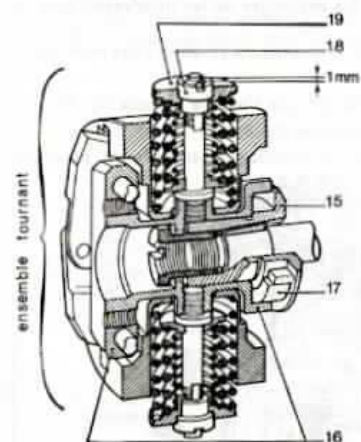
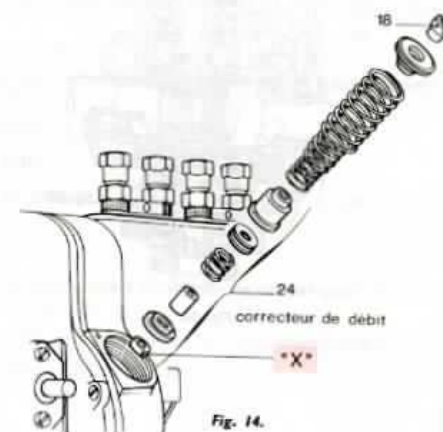
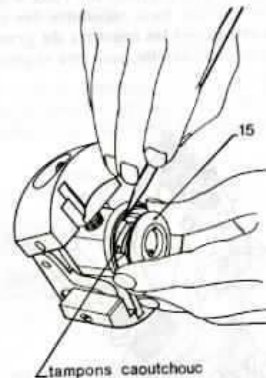

Fig. 10.
Fig. 14.
Fig. 17.
Démontage de l'ensemble tournant (fig. 10 et 11)
- Emmancher les axes d'articulation (22) qui doivent être légèrement durs dans la pièce support, puis placer la goupille.
- Monter les leviers coudés (23), les masses (9) et introduire l'axe d'articulation (22) des leviers coudés.
- Monter l'axe d'articulation (12) et vérifier le mouvement de l'ensemble.
- Régler la cote «A» du correcteur de débit à $\pm 0,05$, à l'aide de cales de compensation (fig. 14 bis).
- Introduire le correcteur de débit (24) (si le système en est équipé), les cuvettes intérieures, les ressorts, les cuvettes extérieures et l'écrou.
- Comprimer les ressorts à l'aide de l'appareil spécial et visser l'écrou (18) avec une clé à téton (fig. 10, 13 et 14) (l'axe fileté doit dépasser d'environ 1 mm).
(1) Les axes des nouveaux blocs tournants sont « poinçonnés » et par conséquent non démontables.
- Exercer une pression sur l'axe d'accouplement (12). Comprimer les ressorts de marche à vide jusqu'à la rencontre d'une forte résistance due à l'entrée en action des ressorts de grande vitesse (s'assurer que les masses attaquent les ressorts de grande vitesse simultanément). La course « r », qui doit être de 6 mm pour chaque masselotte, peut être réglée par montage de rondelles inférieures «X» d'épaisseurs différentes (fig. 14).
Fig. 14 bis.
- Placer le moyeu du support des masses (15) sur l'arbre à cames (sans les tampons en caoutchouc (fig. 10)).
- Monter l'ensemble tournant sur le moyeu, placer la rondelle (25) et bloquer l'écrou de fixation au couple de 5 m·daN, à l'aide d'une clé spéciale.
- Vérifier l'existence d'un déplacement longitudinal du bloc de 0,05 à 0,1 mm (le réglage peut s'effectuer par la rondelle de compensation (25)).
- Placer les tampons amortisseurs en caoutchouc dans le bloc, puis enfoncer le moyeu d'entraînement (15) à l'aide d'une massette à embouts plastique (fig. 17).
- Montage et fixation de la douille de guidage (14).
- Introduire l'axe mobile (13) dans la douille de guidage.